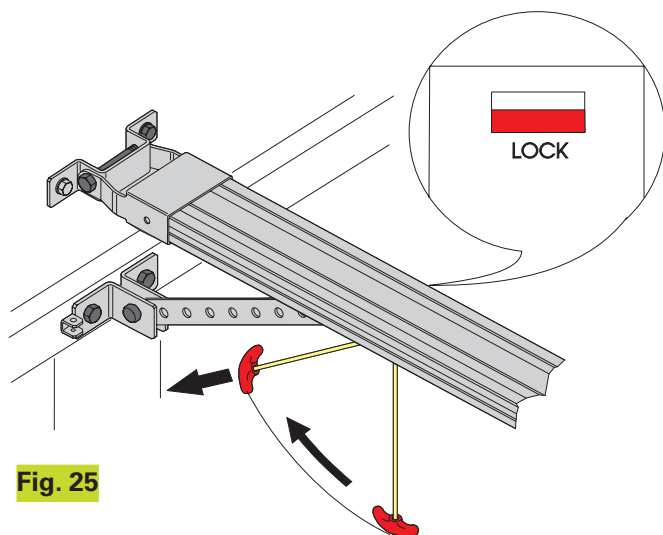

Fig. 25
- 4) Tirer la poignée de déverrouillage horizontalement en direction de la porte (fig. 25). Contrôler qu'au relâchement de la poignée, la fenêtre LOCK sous le chariot est de couleur rouge. Actionner manuellement la porte pour retrouver le point d'accrochage du chariot.